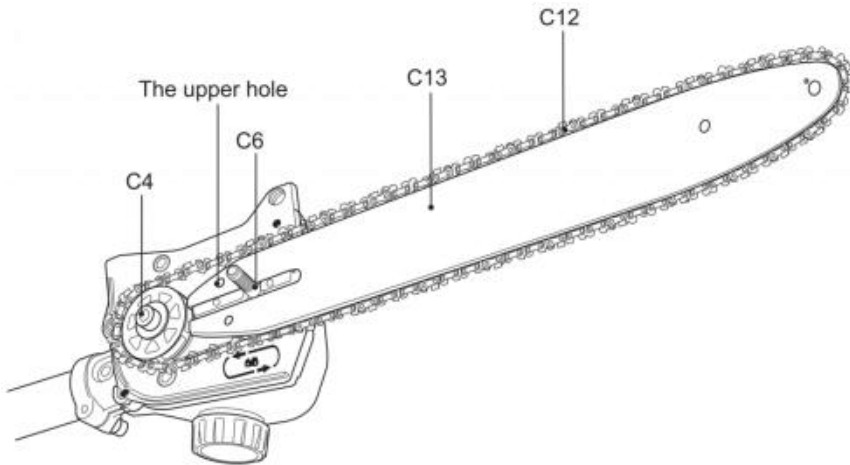

Fig. 10
6) Richten Sie die Sägekette (C12) und die Führungsschiene (C13) am Antriebsritzel (C4) und der Befestigungsschraube (C6) aus. Legen Sie die Sägekette (C12) um das Antriebsritzel (C4) und senken Sie dann die Führungsschiene (C13) ab, um sie an der Befestigungsschraube (C6) zu montieren. Achten Sie darauf, dass der Spannstift in die obere Öffnung der Führungsschiene (C13) eingesetzt ist. (Abb. 10)